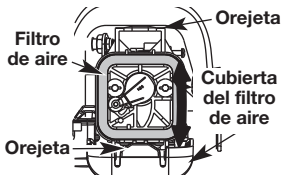

Fig. 32
1. Abra la tapa del filtro de aire. Empuje la lengüeta de traba situada en la parte superior de la tapa hacia adentro, y luego tire de la tapa del filtro de aire hacia afuera y hacia abajo (Fig. 32).
2. Quite el filtro de aire (Fig. 32).
7. Vuelva a instalar la tapa del filtro de aire. Coloque las ranuras en la parte inferior de la tapa del filtro de aire sobre las lengüetas en la parte inferior de la placa posterior (Fig. 32).
8. Gire la tapa hacia arriba hasta que la lengüeta que está en la placa posterior del filtro de aire caiga en su lugar en la ranura que está sobre la tapa del filtro de aire (Fig. 32).